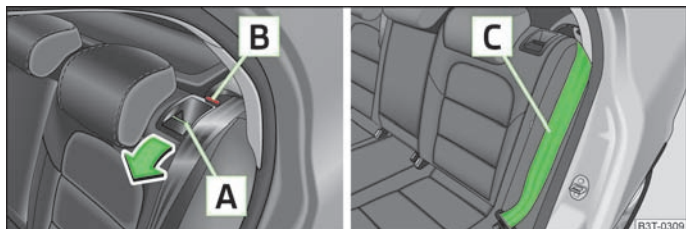

Fig. 61 Déverrouiller le dossier de siège/Verrouiller le dossier de siège
- Pour débloquer les dossiers des sièges et les rabattre vers l'avant, appuyez sur la poignée de déverrouillage **A** » fig. 61.
- Faites passer la ceinture de sécurité latérale arrière **C** » fig. 61 derrière le bord du revêtement latéral.